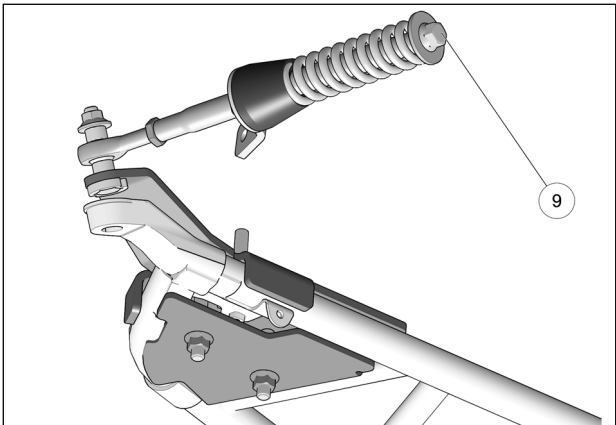

Fig. 23
13. Vérifier que le boulon du ressort (6) est serré au couple recommandé : 75 N•m [55 lb•pi]. Fig. 23